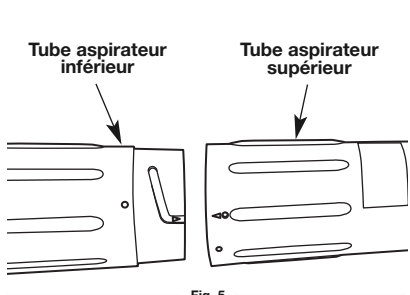

Fig. 5
5. Alignez la flèche sur le tube aspirateur inférieur avec la flèche sur le tube aspirateur supérieur (Fig. 5).